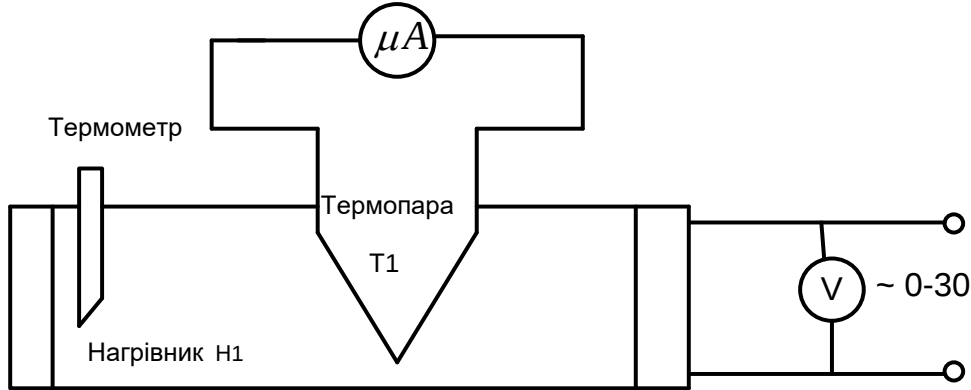

Рис. 1 Схема дослідження термопар
1. Зібрати схему згідно рис. 1.